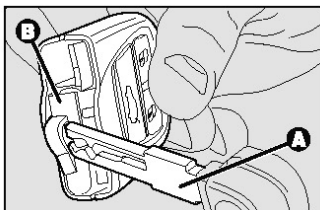

рис.10
- вынуть гнездо элемента питания **В-рис.10** и нажатием металлической частью **А** электронного ключа в месте указанном на рисунке;